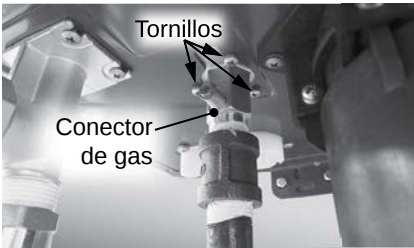

Figura 67 - Ubicación del conector de gas.
3 Ubique el conector de gas en la parte inferior del calentador de agua. Consulte la Figura 67. Desconecte la tubería de gas hacia el calentador de agua.
12 Ubique los tres (3) tornillos que fijan el conector de gas a la base del gabinete. Use un destornillador Phillips para retirar los tornillos y déjelos a un lado en un lugar seguro para volver a instalarlos. Consulte la Figura 67.